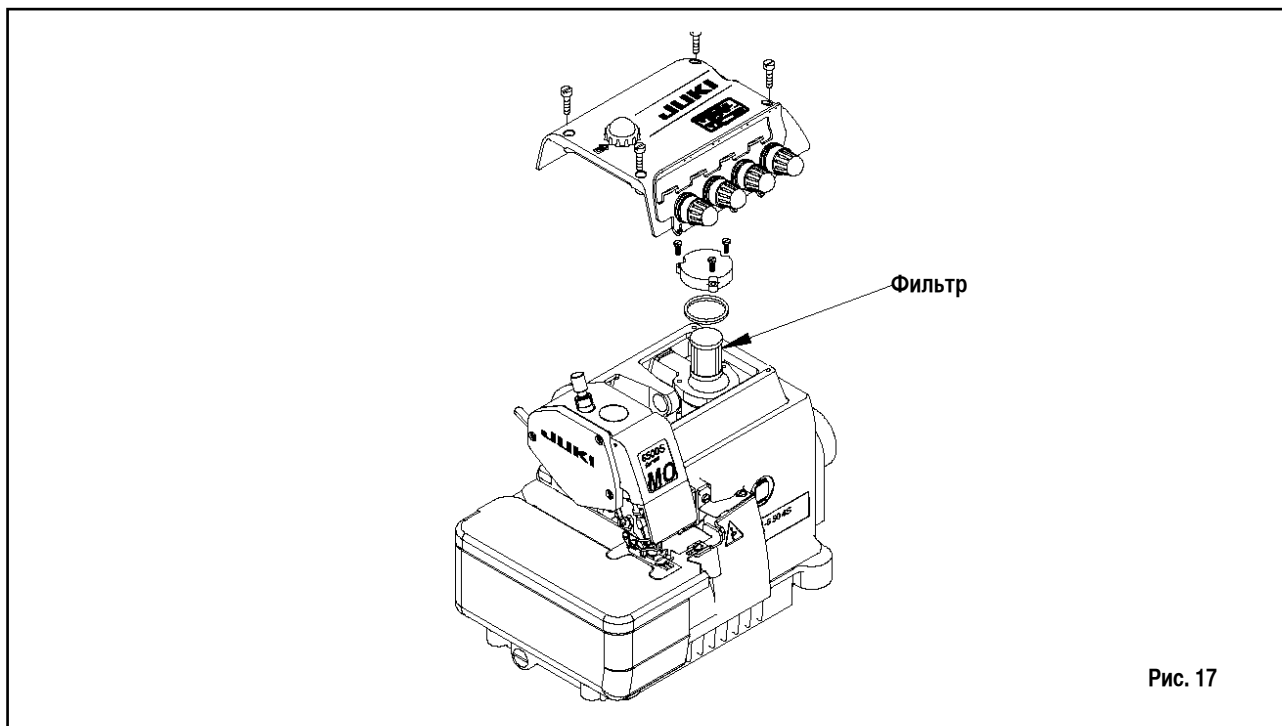

Рис. 17
(1) Отверните винт ① и слейте все использованное масло в маслосорбник. Затем заверните винт ①.
(2) Для продления срока службы машины замените масло после первых четырех недель работы машины. После этого заменяйте масло каждые четыре месяца.
(3) Для продления срока службы данная машина снабжена масляным фильтром. Снимайте и чистите его каждый месяц или заменяйте новым по мере необходимости. (Рис. 17)